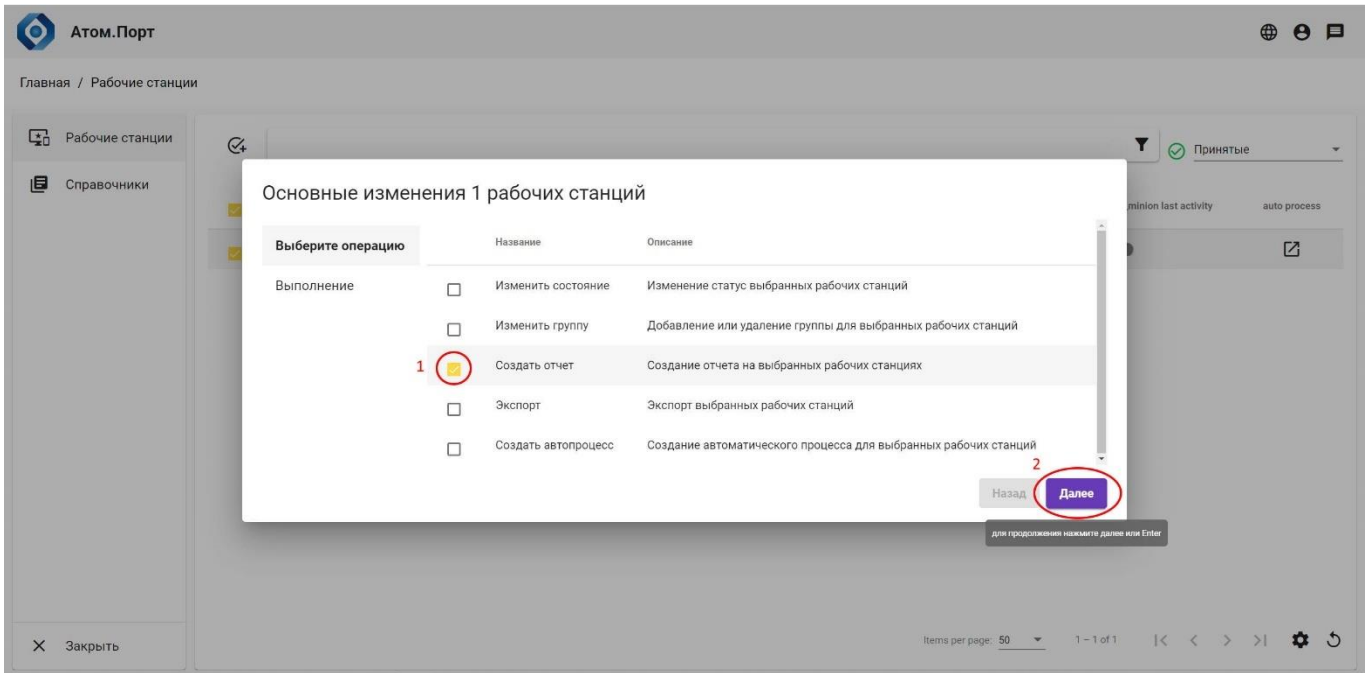

Рисунок 38 – Выбор групповой операции «Создать отчёт»
2. В открывшемся окне выбрать пункт «Создать отчет» (Рисунок 38, поз. 1), нажать кнопку «Далее» (Рисунок 38, поз. 2) затем кнопки «Выполнить» и «Заккрыть»: